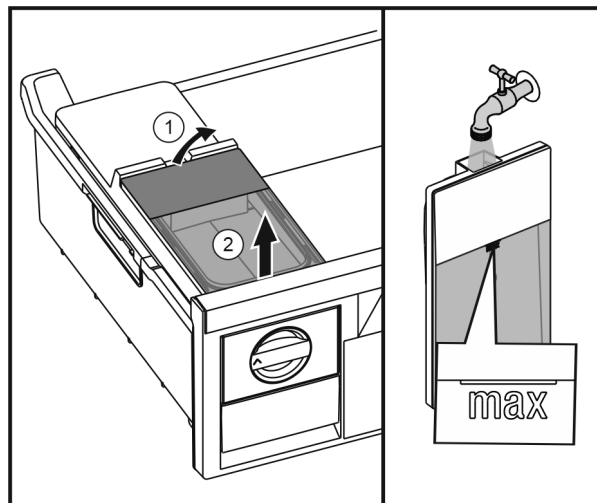

Fig. 31
- ▶ Sollevare il serbatoio dell'acqua da dietro Fig. 31 (1) e rimuoverlo sollevandolo Fig. 31 (2).